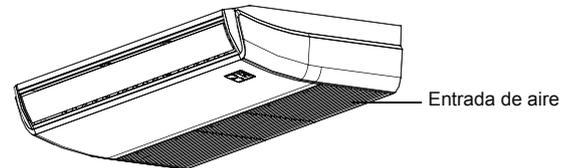

fig.6-1
- Abra la entrada de aire con un destornillador o herramienta similar. (Véase fig.6-1)